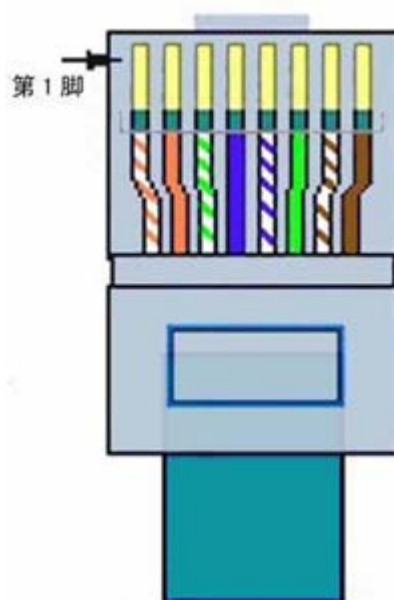

图 3 网线线序
- c) POE 供电: 通过普通 RJ45 网口的引脚 5 (GND) 和引脚 8 (VCC) 两根线可以给 ZLSN5200 供电, 供电电压为 9~24V 之间的任何值。RJ45 网线线序参考图 3。默认情况, POE 供电功能被禁用, 需要此功能请与卓岚联系。